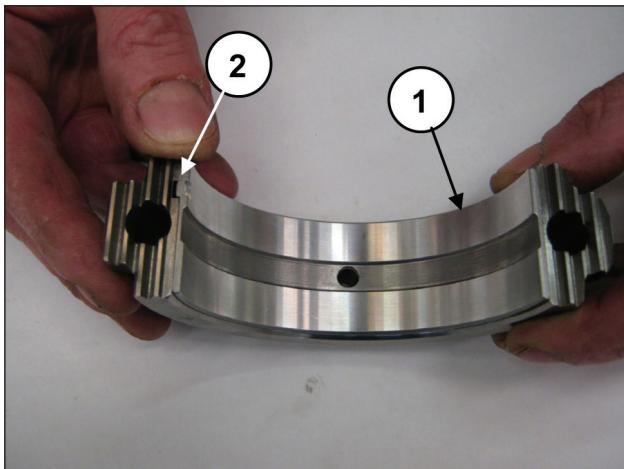

图 69
将下半轴承安装到连杆帽上 (①, 图 69) · 确保半轴承的基本键定位在连杆帽上的专用底座中 (②, 图 69)。